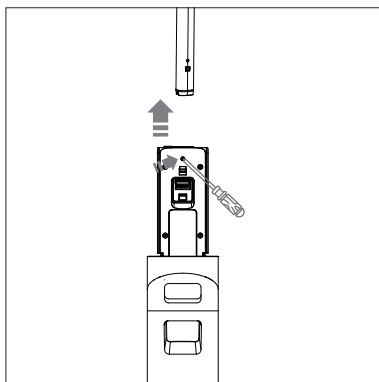

Fig. 29 – Rimozione dell'impugnatura
- ▶ Con un attrezzo adatto (ad es. un cacciavite), esercitare una pressione nella piccola apertura sotto l'impugnatura e tirare l'impugnatura verso l'alto per rimuoverla (**vedere Fig. 29**).